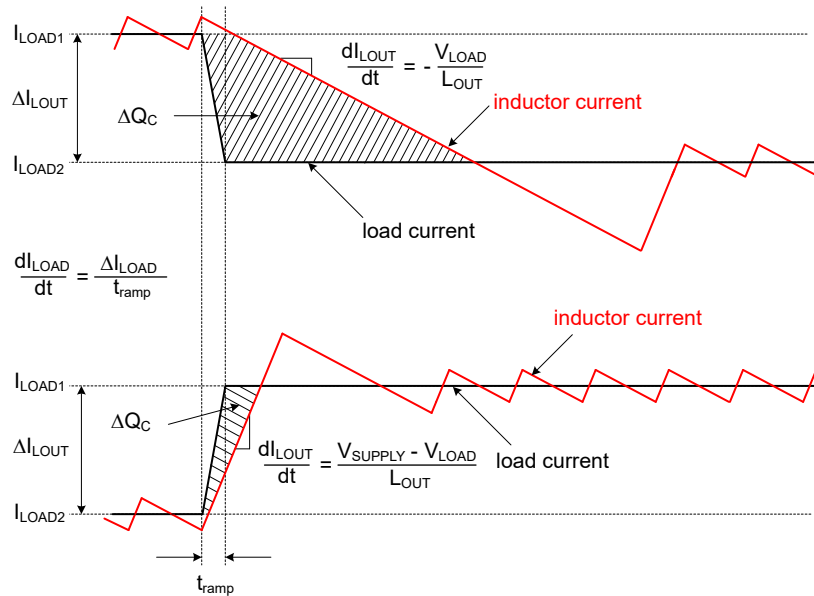

图 10-1. 显示  $C_{OUT}$  电荷过剩或不足的负载瞬态响应表示
**图 10-1** 从概念上展示了负载降压和负载升压转换期间的相关电流波形。如图所示，当电感电流增加以与负载瞬态后的新负载电流电平保持一致时，电感电流的大信号压摆率会受到限制。此压摆率限制加剧了输出电容器中的电荷不足，该不足必须在负载升压瞬态期间及之后尽快进行补充。同样，在负载降压瞬态期间以及之后，电感电流的压摆率限制会使输出电容器中的电荷过剩加剧，而这些过剩的电荷必须尽快消耗掉。